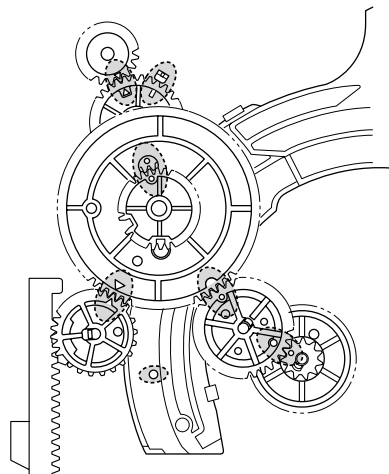

Fig. 5
- Lademotormitnehmer/Schneckenrad in die am Lademotor angegebene Pfeilrichtung so lange drehen, bis sich alle Zahnräder und Hebel in der in Fig. 5 markierten Position befinden.
- Turn the loading motor driver/worm gear in the direction of the arrow on the loading motor until all gear wheels and levers are in the position shown in Fig. 5.